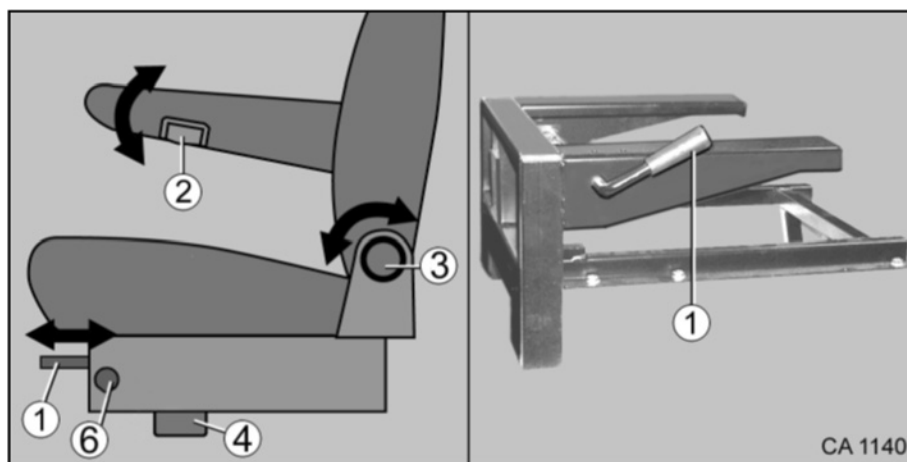

Fig. 37 Réglage du siège avec réglage de la hauteur et de l'inclinaison
1. Tourner la molette (Fig. 34/2, Fig. 35/2, Fig. 37/2) dans le sens anti-horaire. Ainsi, le blocage de l'accoudoir est débloqué.